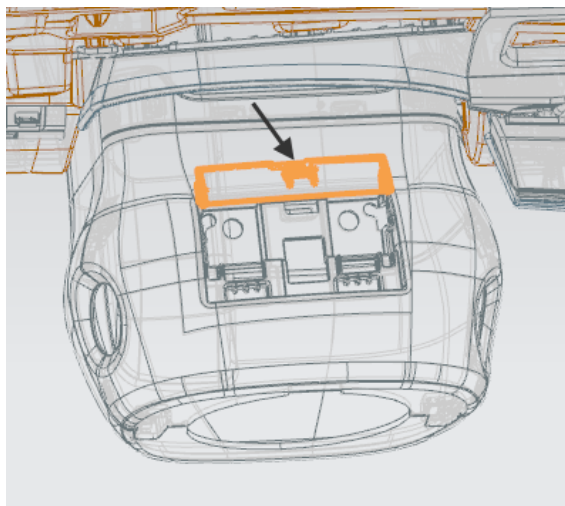

图 1.5.9 组合开关上护板饰板拆卸示意图
(1) 用缠有柔性胶带的一字螺丝刀在图 1.5.9 箭头处撬开卡扣卡脚, 用手抓住组合开关上护板饰板, 沿箭头方向缓慢拔该零件直至另外两处的卡扣卡角结构都脱开。